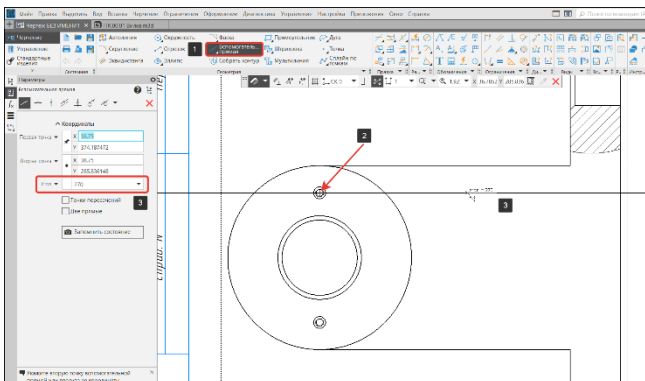

Рисунок 212 – Вспомогательная прямая
- На панели Геометрия выберем команду Вспомогательная прямая (1) (Рисунок 212);
- Из центра отверстия (2) построим вспомогательную прямую. Прямая должна строго располагаться по горизонтали (угол построения 270 градусов) (3) (Рисунок 212);